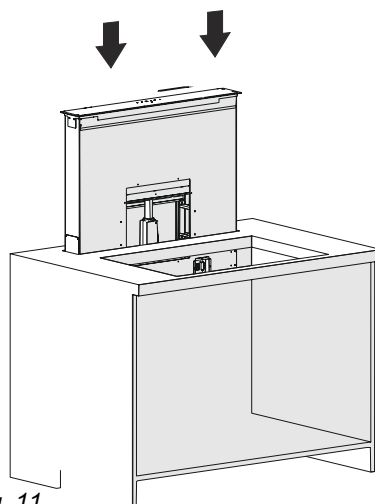

Fig. 11
4. ➤ ■ Placera nu försiktigt fläkten i det uppsågade hålet (Fig. 11).